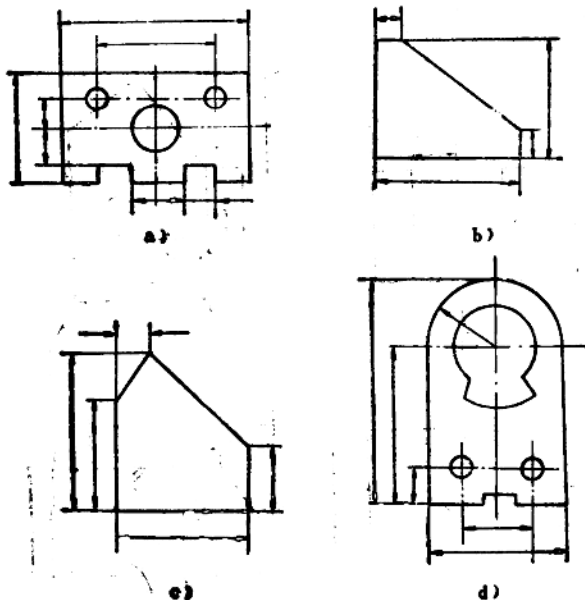

图 1
1. 图1 a 零件的画线基准是_____；图1 b 零件的画线基准是_____；图1 c 零件的画线基准是_____。
_____，图1 d 零件的画线基准是_____。